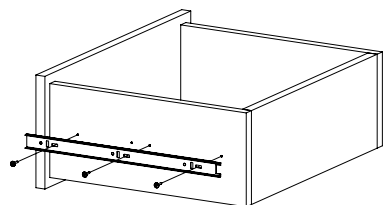

Рис.7
7. Закрепите внутренние планки направляющих на деталях 6 и 7 шурупами 3,5х16 (Рис. 7). С помощью шурупов 4х30 с круглой головкой закрепите ручки на фасаде ящика. При необходимости регулировки ящика выкрутите шурупы из круглых отверстий и перекрутите в овальные (продольные и вертикальные регулировочные отверстия). Не затягивая до конца шурупы, сместите ответную планку вверх-вниз. Затяните шурупы до конца.